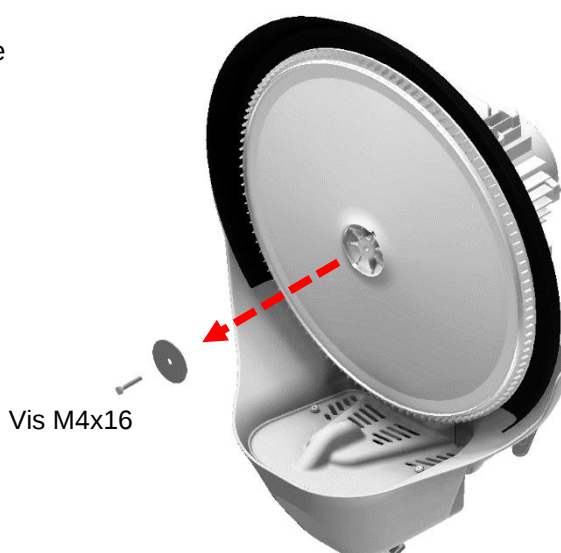

Fig. 4.4.2
- A l'aide d'un tournevis (hex. 7), desserrez la vis M4x16 de fixation du disque rotatif à l'arbre du moteur et sa rondelle (Fig. 4.4.2).